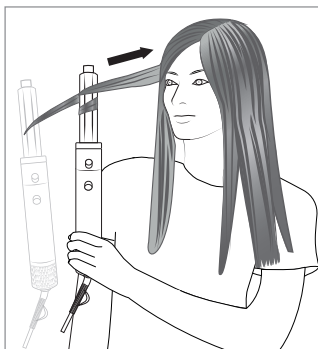

Abb. 3
- 5) Halten Sie den Lockenaufsatz **8/9** vertikal und bewegen Sie ihn langsam zum Haaransatz, ohne ihn zu drehen. Ziehen Sie ihn dabei so, dass die Haarsträhne mit etwas Spannung gehalten wird (s. Abb. 3).